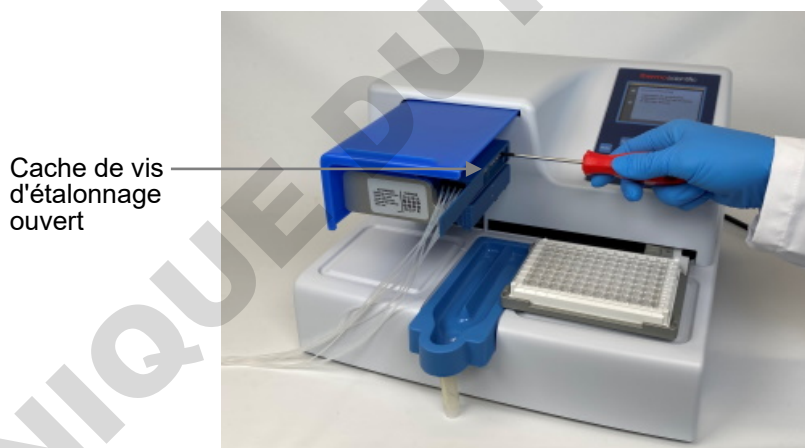

Figure 6-61. Serrage d'une vis d'étalonnage selon les résultats de l'étalonnage
13. Si la balance indique < 100 mg (cassette à petit tube)/ < 1000 mg (cassette à tube standard), tournez la vis d'étalonnage dans le sens antihoraire, un tour correspondant à environ $0,1 \mu\text{l}$ (cassette à petit tube)/ $1 \mu\text{l}$ (cassette à tube standard). Si la balance indique > 100 mg, tournez dans le sens opposé (Figure 6-61). Revérifiez le résultat après chaque ajustement selon les étapes 8 à 10. Trois étalonnages acceptables doivent être obtenus.